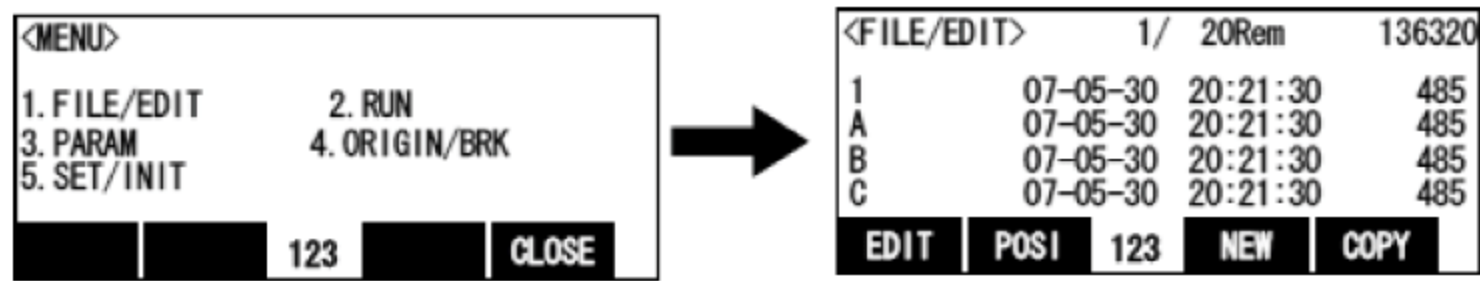

图 29-5 文件及编辑屏幕
- (4) 在< MENU >屏上选择“1. FILE/EDIT”,如图 29-5 所示。